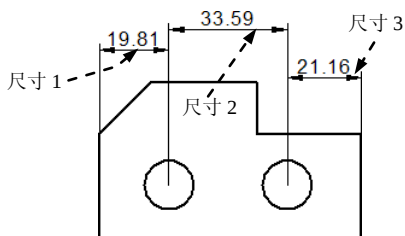

图 8.3.7 定义基准元素
Step3. 定义基准元素。选择图 8.3.7 所示的尺寸 1 为基准元素, 然后选择尺寸 2 和尺寸 3, 结果如图 8.3.5b 所示。